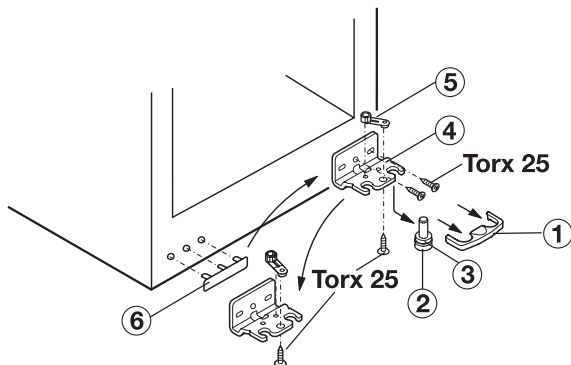

Fig. 1
- Estrarre la copertura in fig. 1 (1) tirandola in avanti verso il basso.
- Estrarre il perno cuscinetto in fig. 1 (2) verso il basso e in avanti.
Durante l'operazione fare attenzione alla boccola della cerniera in fig. 1 (3).
- Svitare il cuscinetto di supporto in fig. 1 (4).
- Svitare il pezzo di supporto in fig. 1 (5) e spostarlo nel foro di alloggiamento dall'altro lato, quindi riavvitare.
- Sollevare e spostare la copertura dal lato della maniglia in fig. 1 (6).
- Riavvitare il cuscinetto di supporto in fig. 1 (4) sul nuovo lato della cerniera, attraverso il foro circolare e il foro rotondo esterni.
- Reinserire da sotto il perno cuscinetto in fig. 1 (2) con la boccola della cerniera fig. 1 (3) nel cuscinetto di supporto e nel cuscinetto porta.
- Eventualmente registrare la porta per mezzo dei due fori longitudinali nel cuscinetto di supporto Fig. 1 (4) allineandola al corpo dell'apparecchio, quindi serrare le viti.
- Riapplicare la copertura in fig. 1 (1).